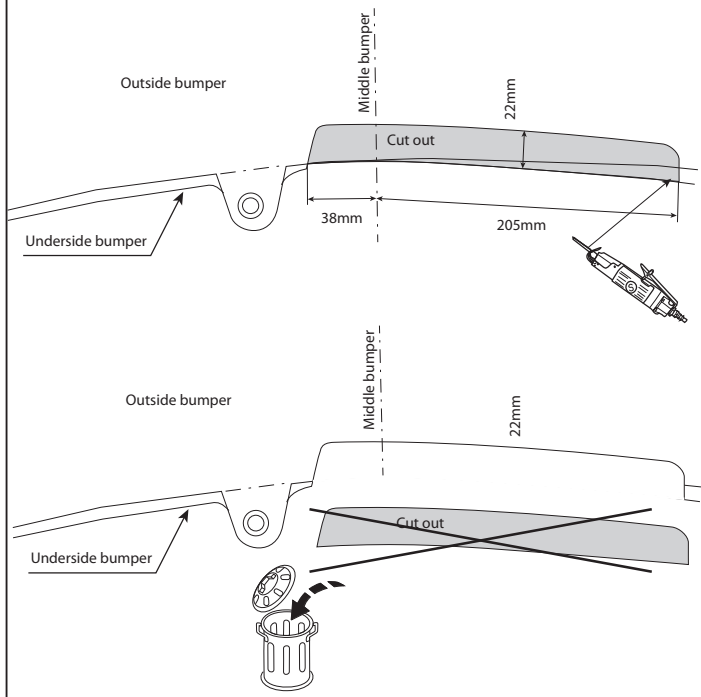

Fig. 2
9. Выпилить часть из бампера в середине снизу, как указано на рис. 2, 2а.